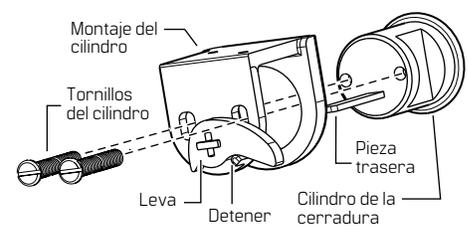

Figura 1 Montaje del conjunto del cilindro
- 1.2 Con la llave quitada y la leva apoyada contra el tope, instale el cilindro de la cerradura a través del soporte del cilindro. Inserte la pieza trasera en la cruceta de la leva. Consulte la **Figura 1**.